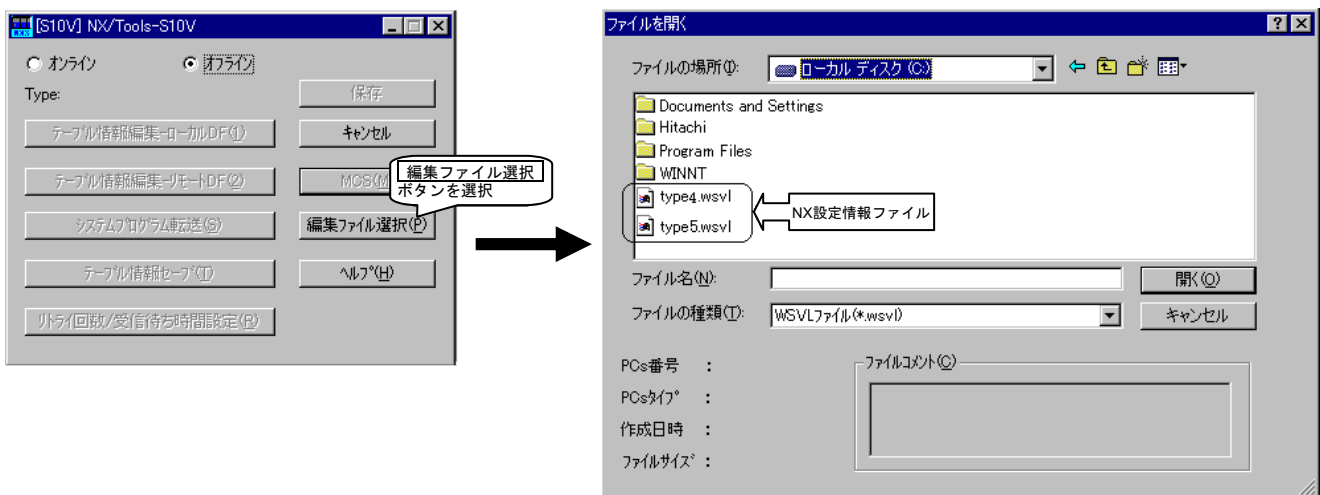

図4-8 編集ファイル選択
- (3) **編集ファイル選択** ボタンをクリックして、オフライン状態で編集するNX設定情報ファイルを選択してください（図4-8）。オフライン状態でのNX設定情報ファイルの編集方法は「5.8 テーブル情報編集-ローカルDF設定」または「5.9 テーブル情報編集-リモートDF設定」を参照してください。